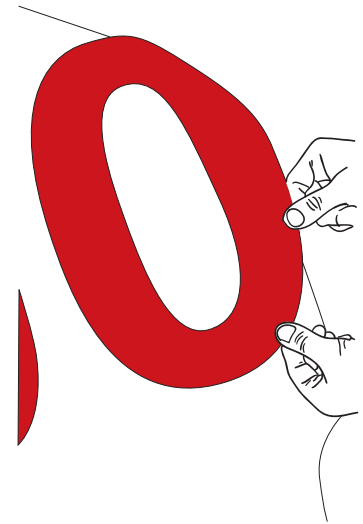

Abbildung 08
- › Folie auf 40 °C bis 50 °C erhitzen und so spannen, dass die konvexe Fläche vollständig bedeckt ist. (Abb. 08)